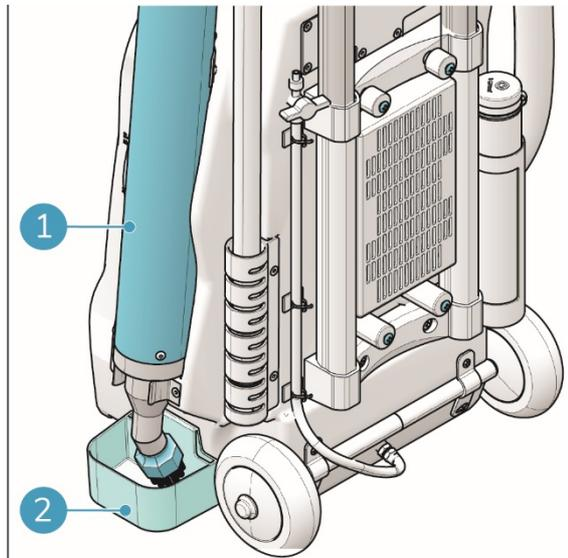

Figura 25
3. Certifique-se de que o tabuleiro de gotejamento (figura 25, posição 2) está fixo à máquina.
4. Certifique-se de que a lança de vapor (figura 25, posição 1) se encontra no suporte.
14. Limpe o tabuleiro de gotejamento (figura 25, posição 2).